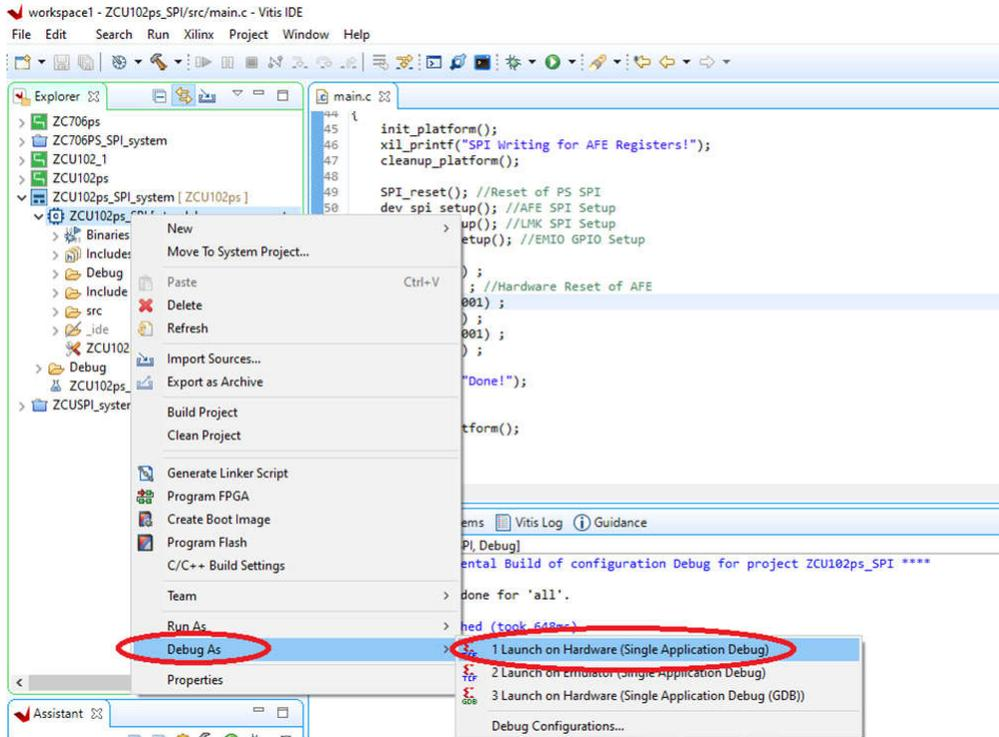

图 15-1. 调试应用工程
1. 右键点击工程名称，然后从下拉菜单中转到 *Debug As*。点击 *Launch on Hardware (Single Application Bug)* 以运行调试（请参阅图 15-1）。